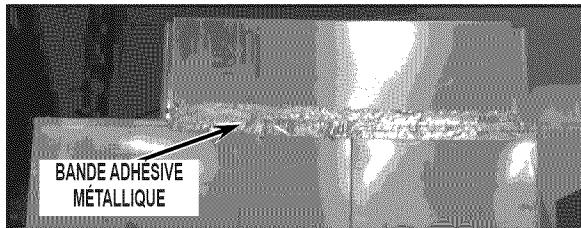

FIGURE 15
17. Coller la bande adhésive métallique fournie dans la trousse à l'emplacement illustré en *Figure 15*, à l'arrière du réfrigérateur. Il est impératif de placer cette bande correctement pour que la circulation d'air soit correcte.